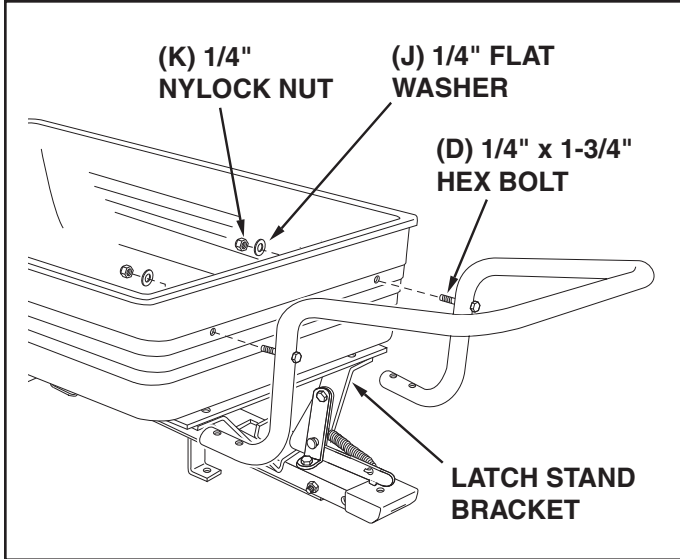

FIGURE 8
15. Insert two 1/4" x 1-3/4" hex bolts (D) through the handle tube as shown in figure 8. Holding the bolts in place in the handle, insert the bolts through the holes in the poly tray, allowing the legs of the handle to slip beneath the latch stand bracket. Secure the two bolts with two 1/4" flat washers (J) and 1/4" nylock nuts (K). **Do not tighten yet.** See figure 8.
15. Insérer deux boulons à 6 pans (D) dans le guidon tubulaire, tel qu'indiqué à la figure 8. Tout en maintenant les boulons en place dans le guidon, les insérer dans les trous de la caisse, jusqu'à ce que les pattes du guidon s'insèrent sous le support de la serrure. Fixer les deux boulons avec deux rondelles plates (J) et deux contre-écrous (K). **Ne pas serrer maintenant.** Voir figure 8.